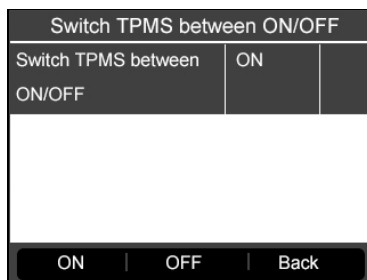

Abbildung 4.41
- 5) Drücken Sie die **FUNKTIONSTASTE** **ON** oder **AUS**, um das TPMS im Fahrzeug ein- oder auszuschalten. (Abbildung 4.41)